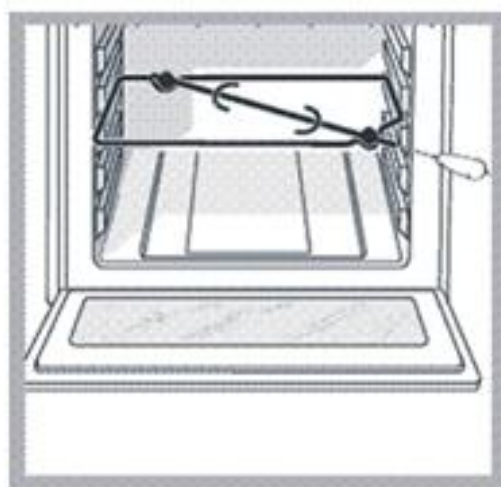

Рис. 12
***Вертел:** Для включения функции вертела необходимо совершить нижеследующие действия (См. Рис.12):